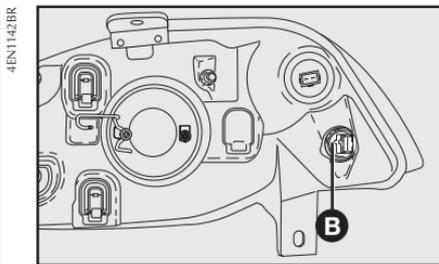

fig. 41
- 1) Retirar o porta-lâmpada **B-fig. 41** girando-o no sentido anti-horário;